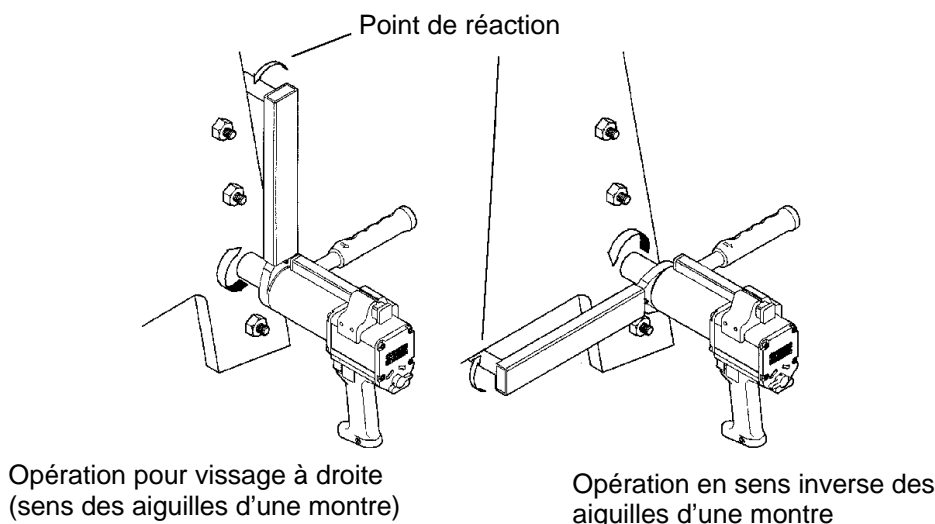

FIG 4
Lorsque la visseuse Electrotorque est en fonction, le bras de réaction exerce une force dans la direction opposée du carré d'entraînement et il doit être en appui franc contre un objet solide ou une surface voisine du boulon à serrer (voir figure 4.)
2. Vérifier que l'inverseur du sens de rotation (E) est bien positionné.
3. Tournez la poignée (L) dans la bonne position par rapport au bras de réaction.
4. Montez l'outil sur l'écrou à serrer avec le bras de réaction au voisinage du point de réaction. Voir Figure 4.
5. Appuyez légèrement sur la gâchette (H) pour amener le bras de réaction en contact avec le point de réaction.